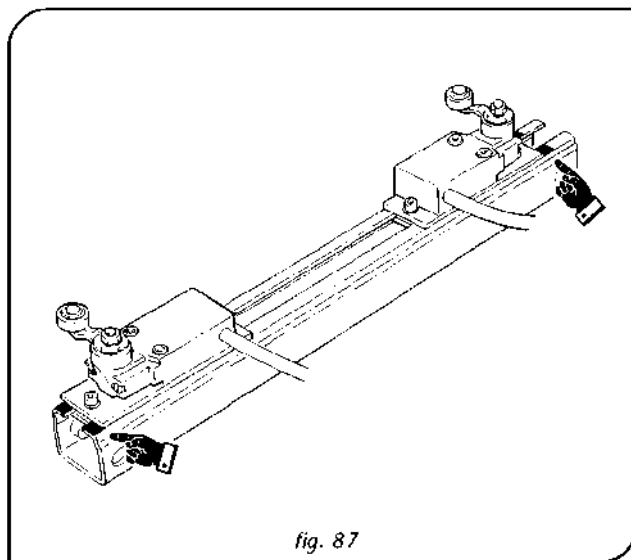

fig. 87
- Pozycje maksymalnego podniesienia i maksymalnego opuszczenia są zaznaczone czarną linią, rozgraniczającą podstawą zaczepu, która NIGDY NIE MOŻE BYĆ przekroczona (rys. 87).